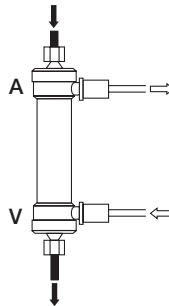

Fig.3 / Abb.3
- Sluit de dialysaatlijnen aan op de dialysaatpoorten zodat het dialysaat in tegenstroom met de bloedstroom stroomt. Verwijder eventuele luchtbellen en spoel de dialysaatzijde met dialysaat dat stroomt met ongeveer 500 ml/min. (Fig. 3) Laat het dialysaat minstens 5 minuten stromen. Vermijd ultrafiltratie tijdens deze procedure.